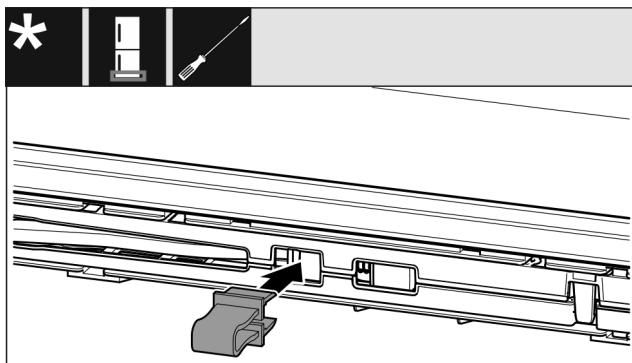

Fig. 17
- Pojistku nechte zapadnout do otvoru. (viz Fig. 17)